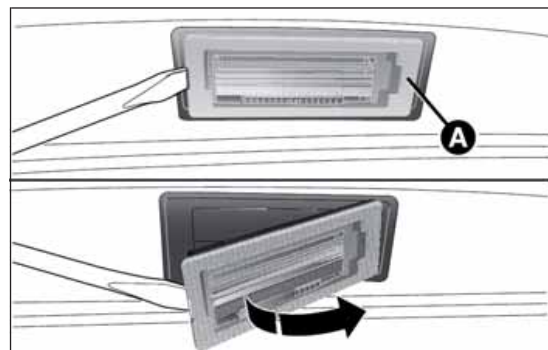

Abb. 190
- die Streuscheibe A Abb. 190 entfernen;
- Zum Schluss die durchsichtige Abdeckung A Abb. 190 einbauen.